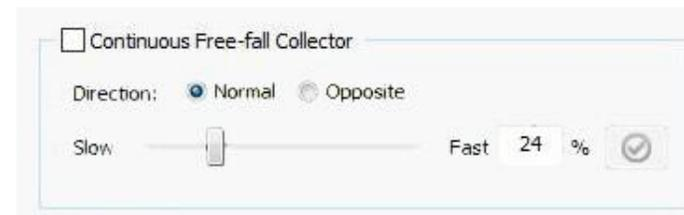

Рисунок 7-7. Поле Free-Fall Continuous Collector
8. В программе управления поставьте галочку на пункте **Free-fall Continuous Collector**, Рисунок 7-7.